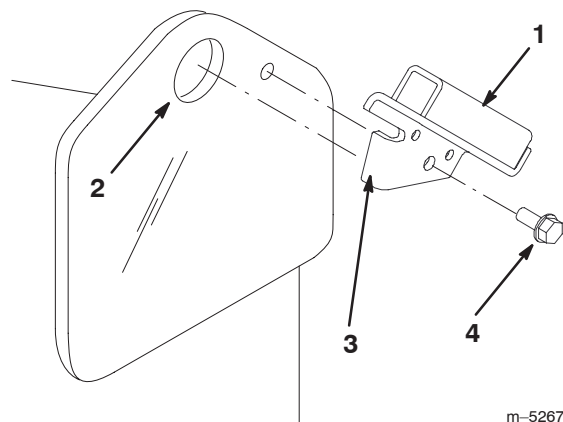

Bild 2
1. Stecken Sie die Nase am Scheibenbügel in die Transportöse an der Zugmaschine, wobei Sie das Loch im Bügel mit dem kleinen Loch im Rahmen der Zugmaschine abstimmen (Bild 2).
Hinweis: Es gibt einen Bügel rechts und einen links. Stellen Sie sicher, dass Sie für jede Seite den richtigen Bügel verwenden. Die Nase muss sich in der Transportöse und der Bügel an der Außenseite des Rahmens befinden (Bild 2).
2. Befestigen Sie den Bügel mit einer Blechschraube am Rahmen (Bild 2).